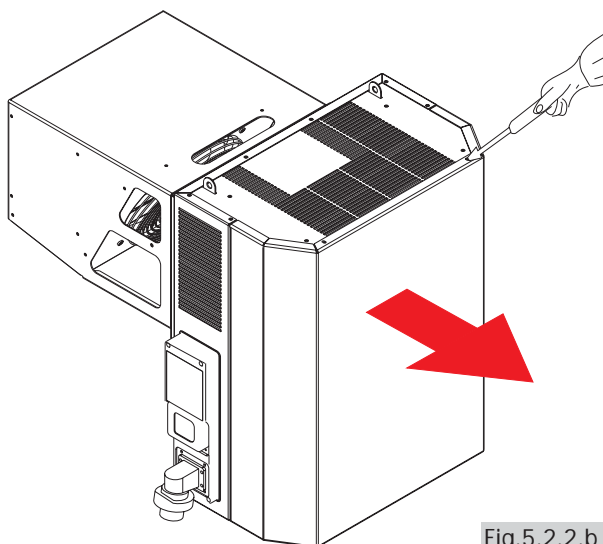

Fig.5.2.2.b
- B)** Das Frontpaneel durch Lösen der Schrauben am Gehäuse **ABNEHMEN** (Abb. 5.2.2.b)
- C)** Den Kondensator reinigen, wobei der Druckluftstrahl von innen nach **außen** zu führen ist (Abb. 5.2.2.c).